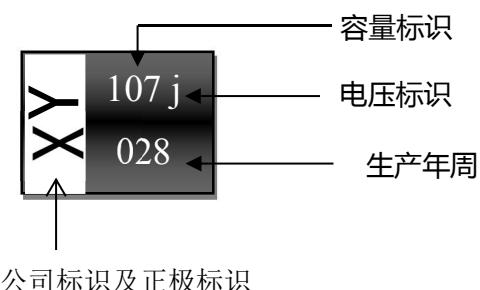

图 2 产品标识图
- (1) 商标及正极标识
- (2) 标称电容量
- (3) 额定工作电压
5.2 标志说明(举例): 见图 2。